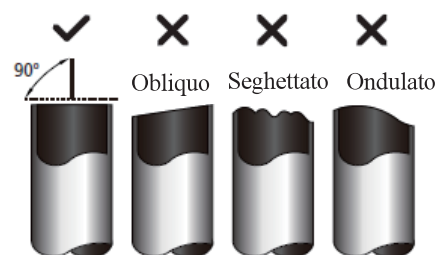

Fig. 5.1
- Assicurarsi che il tubo sia tagliato con un perfetto angolo di 90°. Consultare la Fig. 5.1 per esempi di taglio sbagliato.